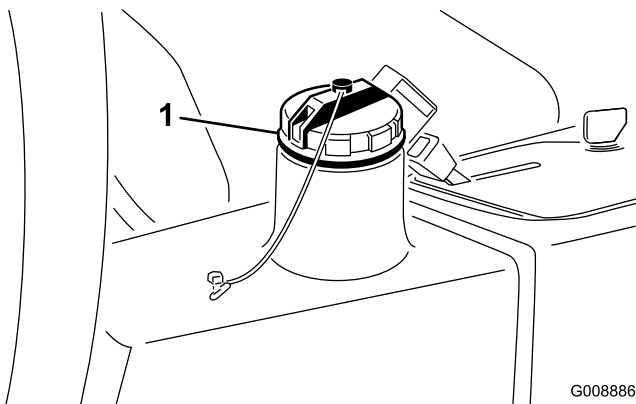

Bild 60
3. Füllen Sie den Tank (Bild 60) mit ungefähr 13,2 l Hydrauliköl, siehe Prüfen der Hydraulikanlage“.